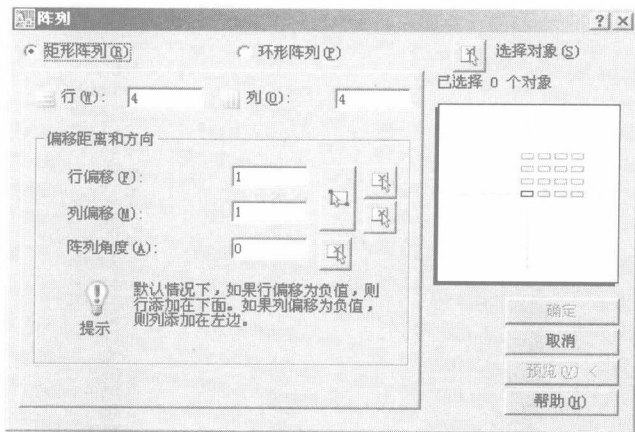

图 1-3 由阵列菜单项引出的“阵列”对话框
② 在下拉菜单中, 右侧有“...”的菜单项, 表示单击该菜单项后将显示出一个对话框。例如, 单击图 1-2 所示“修改”菜单中的“阵列”项, 会显示出图 1-3 所示的“阵列”对话框, 该对话框用于进行阵列设置。